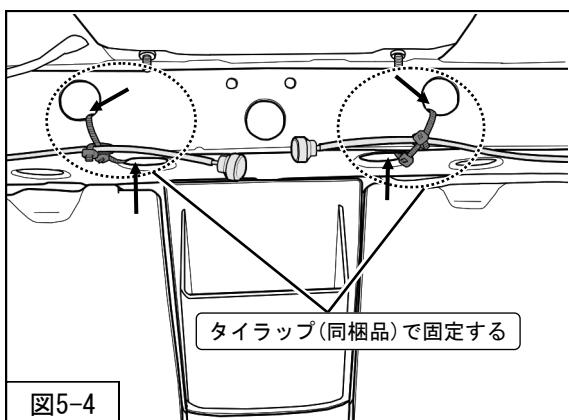

図5-4
5. トランクルーム内のワイヤーケーブル・アウターをタイラップ（同梱品）で固定してください。（図5-4）